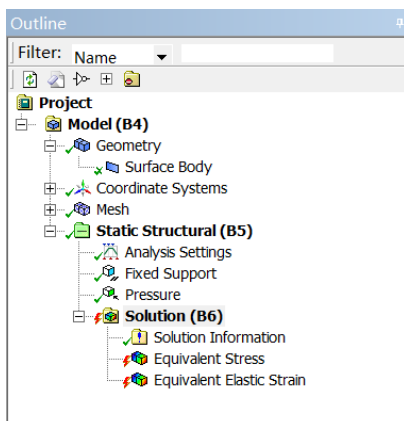

图 6-59 删除“疲劳工具”项后的设计树
- 步骤 03** 在设计树中的 ⚡ Fatigue Tool “Fatigue Tool”上右击，在弹出的快捷菜单中选择“Delete”命令，将“疲劳工具”项删除，此时的设计树如图 6-59 所示。